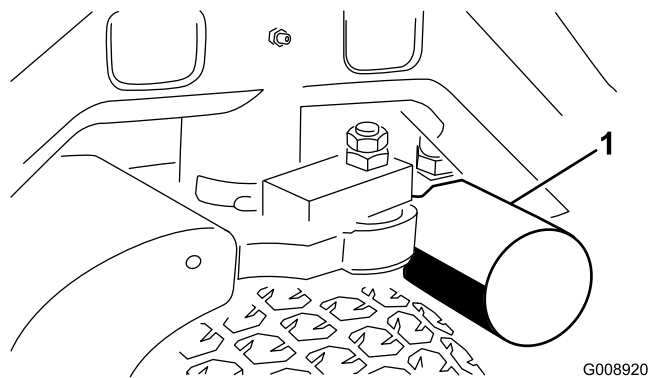
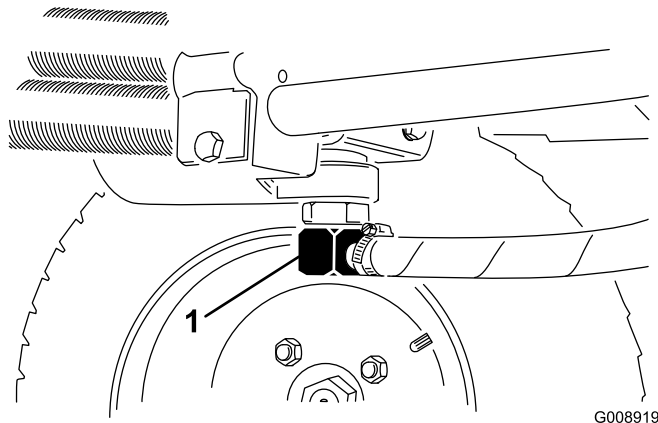

Bild 61
Bild 62
3. Reinigen Sie den Anbaubereich des Filters. Stellen Sie ein Auffanggefäß unter den Filter (Bild 61) und entfernen den Filter.
2. Klemmen Sie die Hydraulikölleitung ab (Bild 62) oder entfernen den Hydraulikölfilter (Bild 61) und lassen das Hydrauliköl in ein Auffanggefäß ablaufen. Montieren Sie die Hydraulikölleitung, wenn kein Öl mehr ausströmt.